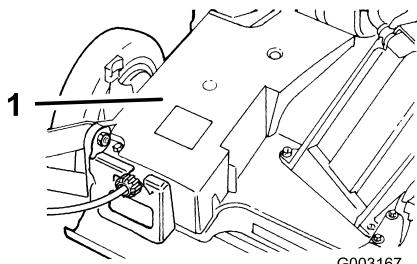

Figura 42
2. Retire los pernos que sujetan la cubierta de la correa (Figura 42) a la carcasa de la máquina.